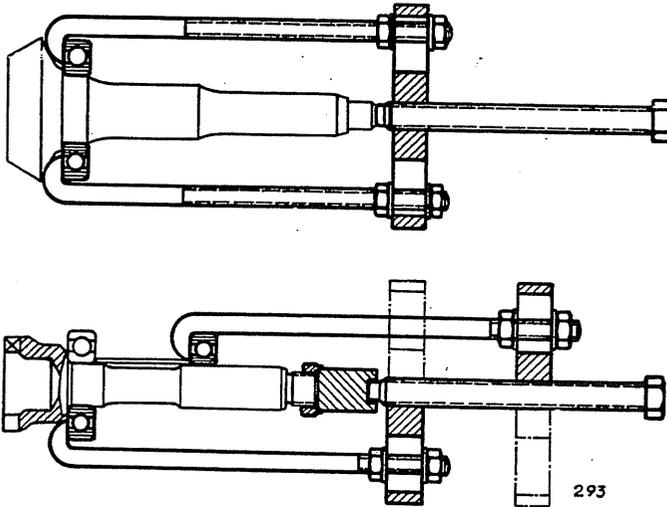

Bild Nr. 160
6. Kugellager durch Aufstoßen auf eine Hartholzunterlage oder mittels Abziehvorrichtung abstreifen (Bild Nr. 160, Werkzeug-Nr. S 7).